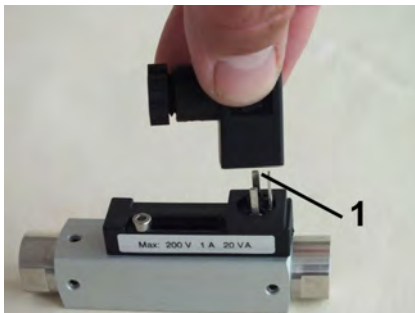

Abb. 21: Steckdose abziehen
2. Steckdose (Abb. 21/1) abziehen